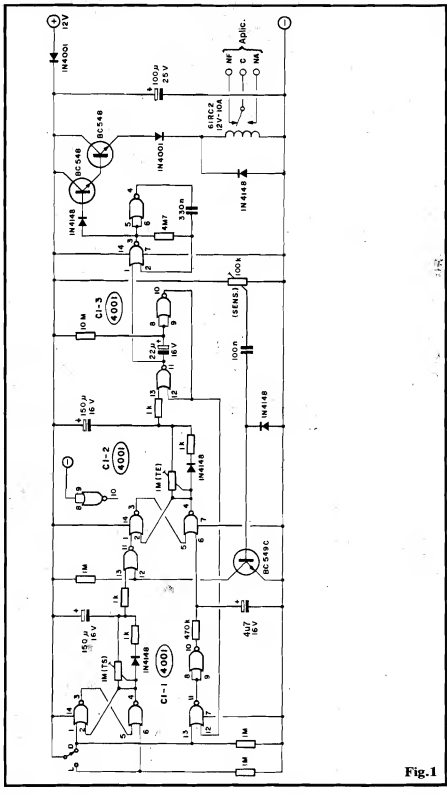

Fig.1
- FIG. 1 - O CIRCUITO - Logo "de cara", vamos explicar esse negócio de "sensoreamento sem sensor"... Na verdade, existe **sim**, um sensor incorporado ao ALASSEN, que é a sua própria linha de alimentação (12V nominais)! O "gatilho" ou o "excitador" do sistema, é providenciado por um fenômeno super-simples, que ocorre em todo e qualquer circuito elétrico ou eletrônico, do mais elementar ao mais complexo: uma minúscula (mas **real**...) queda de Tensão geral de alimentação, sempre que uma nova "carga" (resistiva, indutiva, capacitiva, etc.) é momentaneamente ligada ou eletricamente anexada à tal alimentação! Vamos exemplificar, para Vocês entenderem melhor: suponhamos que, em "repouso" (com todas as aplicações elétricas desligadas...), a linha geral de alimentação do sistema elétrico do veículo mostre uma Tensão de 12,82V. Ao se abrir uma porta, acionando a lâmpada controlada pelo interruptor mecanicamente acoplado a dita porta, a Resistência do filamento da citada lâmpadinha, momentaneamente "carrega" a linha de alimentação, ocasionando uma (ainda que pequeníssima...) queda na Tensão **real** da tal linha (digamos, para 12,79V, ou seja: um diferencial de "menos 0,03V"...). Esse fenômeno ocorrerá com todo e qualquer dispositivo eletro-eletrônico existente no veículo, e é absolutamente **normal**! O circuito do ALASSEN, simplesmente deteta, amplifica, esse "degrauzinho" de Tensão, e o usa como "gatilho" para o disparo do alarme... Como é absolutamente impossível se encontrar num carro, ou fazer funcionar qualquer "coisa" no veículo (incluindo af, obviamente, o próprio funcionamento do motor...) sem